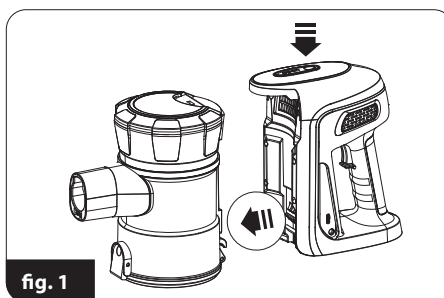

fig. 1
1. Appuyez sur le bouton de libération du bac à poussière (9) et retirez le bac à poussière de l'unité moteur (fig.1).